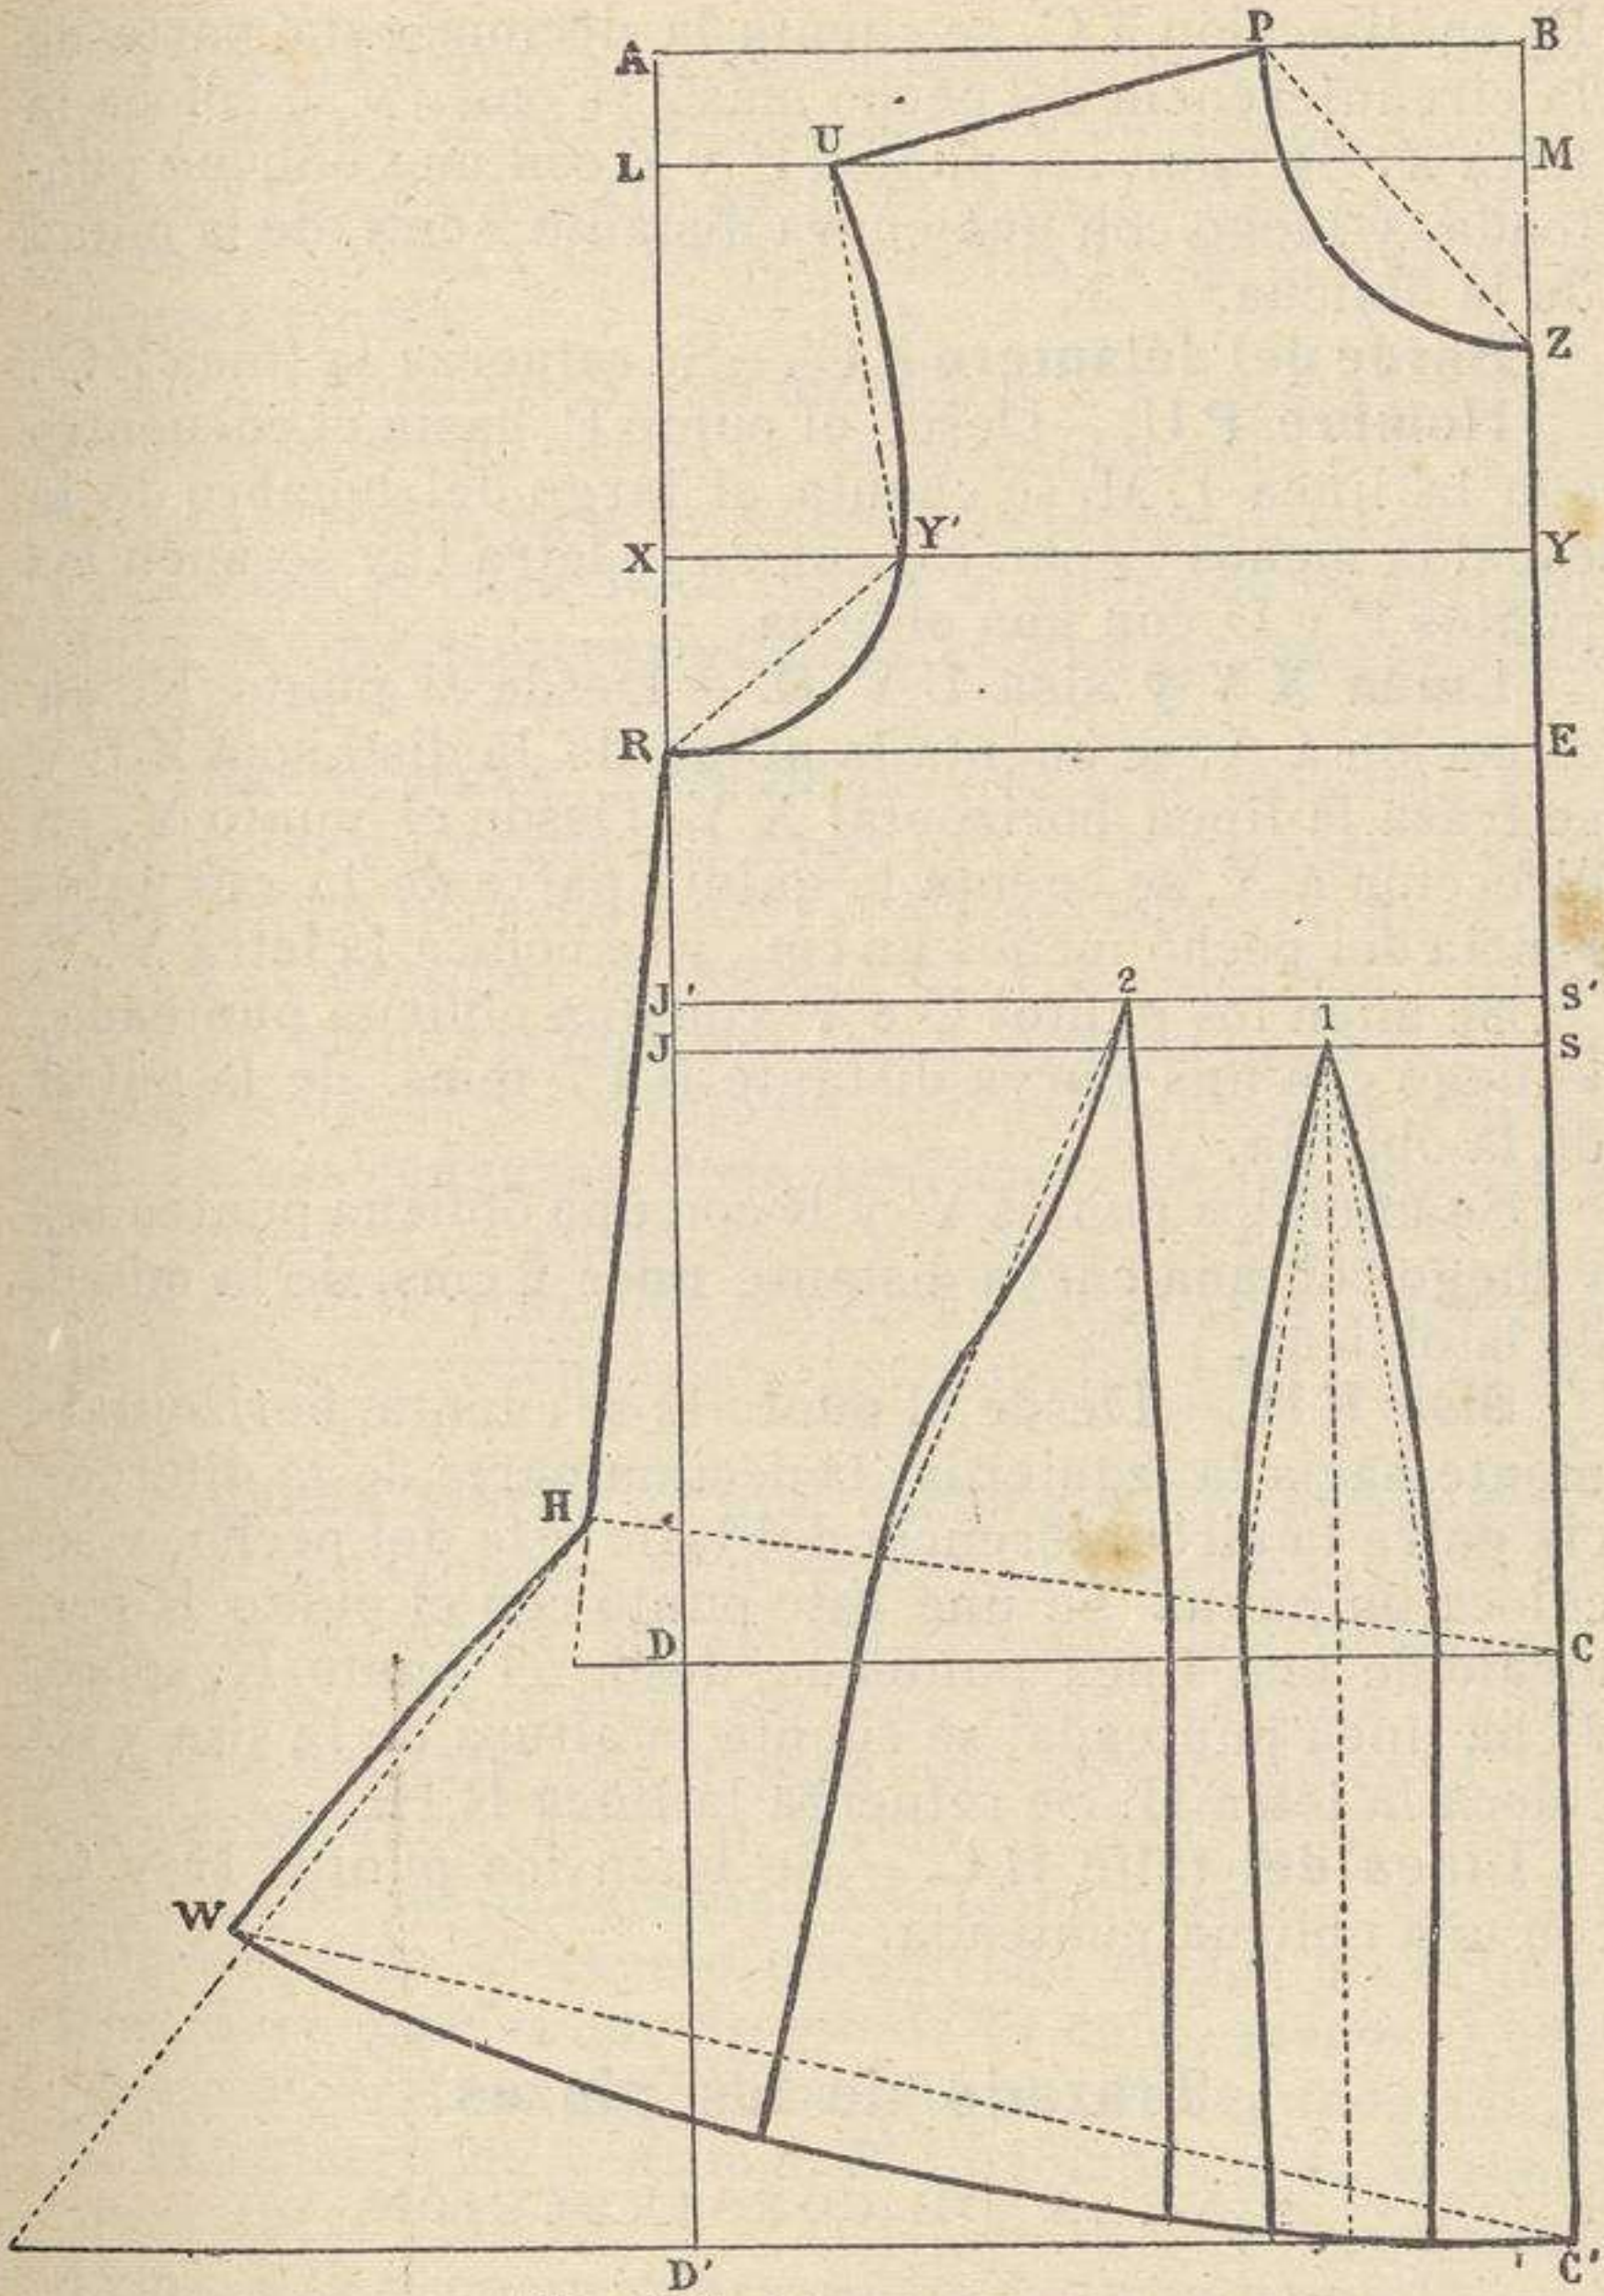

Fig. 48(1/5 del tamaño real).
**Rectángulo A B C' D'.** — Se traza un rectángulo A B C' D' (fig. 48), que tenga de largo el largo del delantero más el largo que se quiere dar al faldón, y de ancho (1) la media circunferencia del pecho más un cm. y menos el medio ancho de la espalda y la duodécima parte de la circunferencia del pecho.
Se cuentan, á izquierda de esta línea, sobre la línea del talle, el número de centímetros que debe contener la segunda pinza; se señala un punto, se une este punto con el punto 2 por medio de una oblicua punteada y luego con dos curvas ligeras, convexa una y cóncava la otra, distantes 3 mms. de la oblicua punteada (para estas curvas consúltese la fig. 48); se dan á la pinza 3 cms. más de alejamiento, sobre la línea  $D' C'$ , que en la línea del talle, y se termina la pinza con una oblicua.